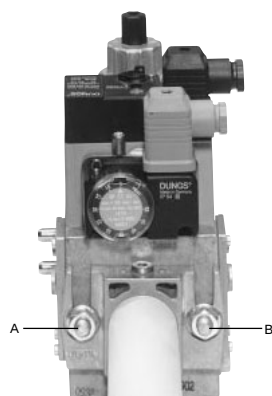
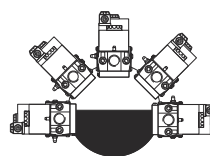

Рис. 4
Рис. 7
- 4 согласно ссылке, данной на Рис. 4, закрепить фланец к шпилькам котла с помощью гаек **D**, не затягивая их полностью;
3. Затянуть винты A, B, C и D (Рис. 4 - Рис. 5), (Рис. 7), соблюдая дистанции монтажа (Рис. 7);